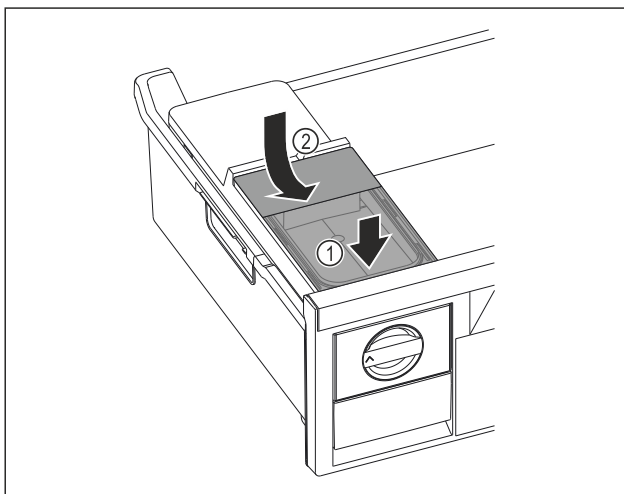

Fig. 127
- ▶ Помістити бак для води спереду. Fig. 127 (1)
- ▶ Опустити бак для води ззаду. Fig. 127 (2)